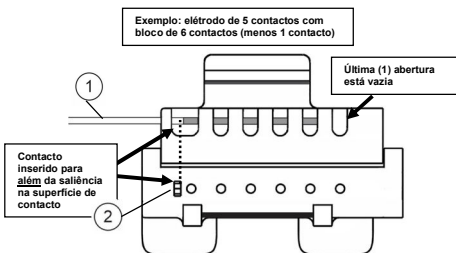
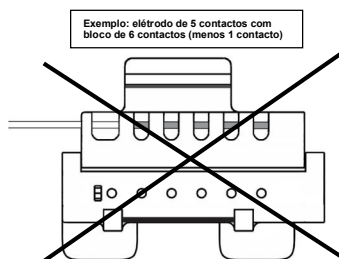

Figura 3. Posicionamento correto da extremidade do eletrodo com menos contactos
Figura 4. Posicionamento incorreto do eletrodo com menos contactos.
- Para elétrodos com menos contactos, insira o eletrodo até o último contacto a ser inserido ficar alinhado com o lado mais distante da primeira abertura e passar a saliência na superfície de contacto. Consulte a Figura 3.
- Não insira totalmente o eletrodo com menos contactos (ilustrado na figura 4). As janelas no lado oposto (afastadas do local onde o eletrodo é inserido) devem ficar vazias para elétrodos com menos contactos, como mostrado na figura 3.